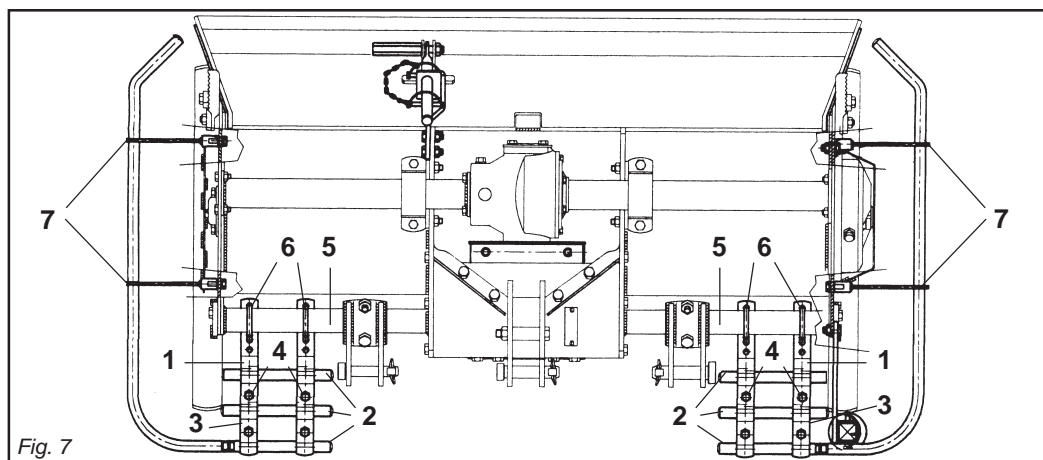

Fig. 7
- Il gruppo delle protezioni, composto dall'attacco (1 Fig. 7) che fa da fermo per i tubi (2 Fig. 7) bloccati dalla staffa (3 Fig. 7) e dalle viti (4 Fig. 7), è fissato al tubo quadro anteriore (5 Fig. 7) mediante i cavallotti (6 Fig. 7), e va posizionato uno a destra e uno a sinistra il più esternamente possibili.
- Lateralmente, su entrambe le fiancate, vanno fissate tramite le viti delle protezioni sagomate (7 Fig. 7).
- *The protection unit, consisting of the coupling (1 Fig. 7) that acts as a clamp for the pipes (2 Fig. 7) locked by the bracket (3 Fig. 7) and by the screws (4 Fig. 7), is fixed to the square front pipe (5 Fig. 7) by the U-bolts (6 Fig. 7) and should be positioned as far outwards as possible, one on the right and the other on the left.*
- *The shaped protections should be fixed laterally with screws to both the sides (7 Fig. 7).*
- Le groupe des protections, comprenant l'attelage (1 Fig. 7) qui sert de butée pour les tubes (2 Fig. 7) bloqués par la bride (3 Fig. 7) et par les vis (4 Fig. 7), est fixé au tube carré avant (5 Fig. 7) par des crampons (6 Fig. 7). Positionner une protection à droite et une à gauche, le plus possible à l'extérieur.
- Les protections galbées doivent être fixées latéralement, des deux côtés avec les vis des protections (7 Fig. 7).
- *Die Gruppe der Schutzvorrichtungen, die sich aus dem Anschluß (1 Abb. 7), der zur Arretierung für die Rohre (2 Abb. 7) dient, die durch den Bügel (3 Abb. 7) blockiert werden, und den Schrauben (4 Abb. 7) zusammensetzt, wird am vorderen Vierkantröhr (5 Abb. 7) mit den U-Bolzen (6 Abb. 7) befestigt. Eine davon ist rechts und eine links, so weit wie möglich außen anzubringen.*
- *Seitlich auf den beiden Seitenteilen sind die geformten Schutzteile (7 Abb. 7) mit Schrauben zu befestigen.*
- El grupo de las protecciones, compuesto por la conexión (1 Fig. 7) que funciona como bloqueo de los tubos (2 Fig. 7) bloqueados a su vez por el soporte (3 Fig. 7) y por los tornillos (4 Fig. 7), está fijado en el tubo cuadrado anterior (5 Fig. 7) mediante los pernos de U (6 Fig. 7) y debe ser emplazado uno a la derecha y uno a la izquierda lo más externamente posible.
- Lateralmente, sobre ambos lados, debemos fijar mediante los tornillos las protecciones molduradas (7 Fig. 7).